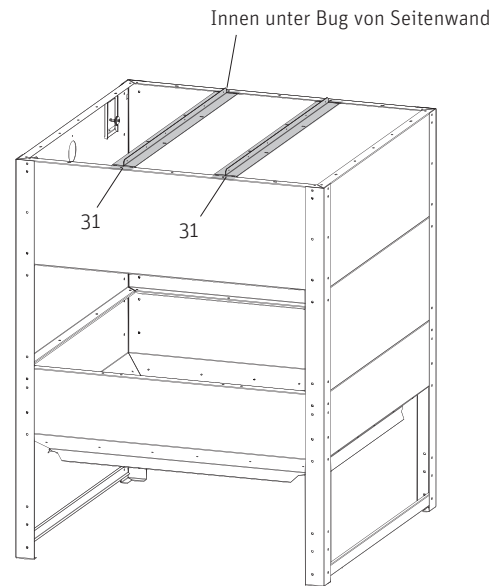

Fig. 10 Deckenauflage montieren
2 Deckenauflagen (31) **innen** im Bug der Seitenwände an-schlagen und mit je 2 Stk. Schrauben von außen nach innen auf die Seitenwände schrauben – Fig. 10.